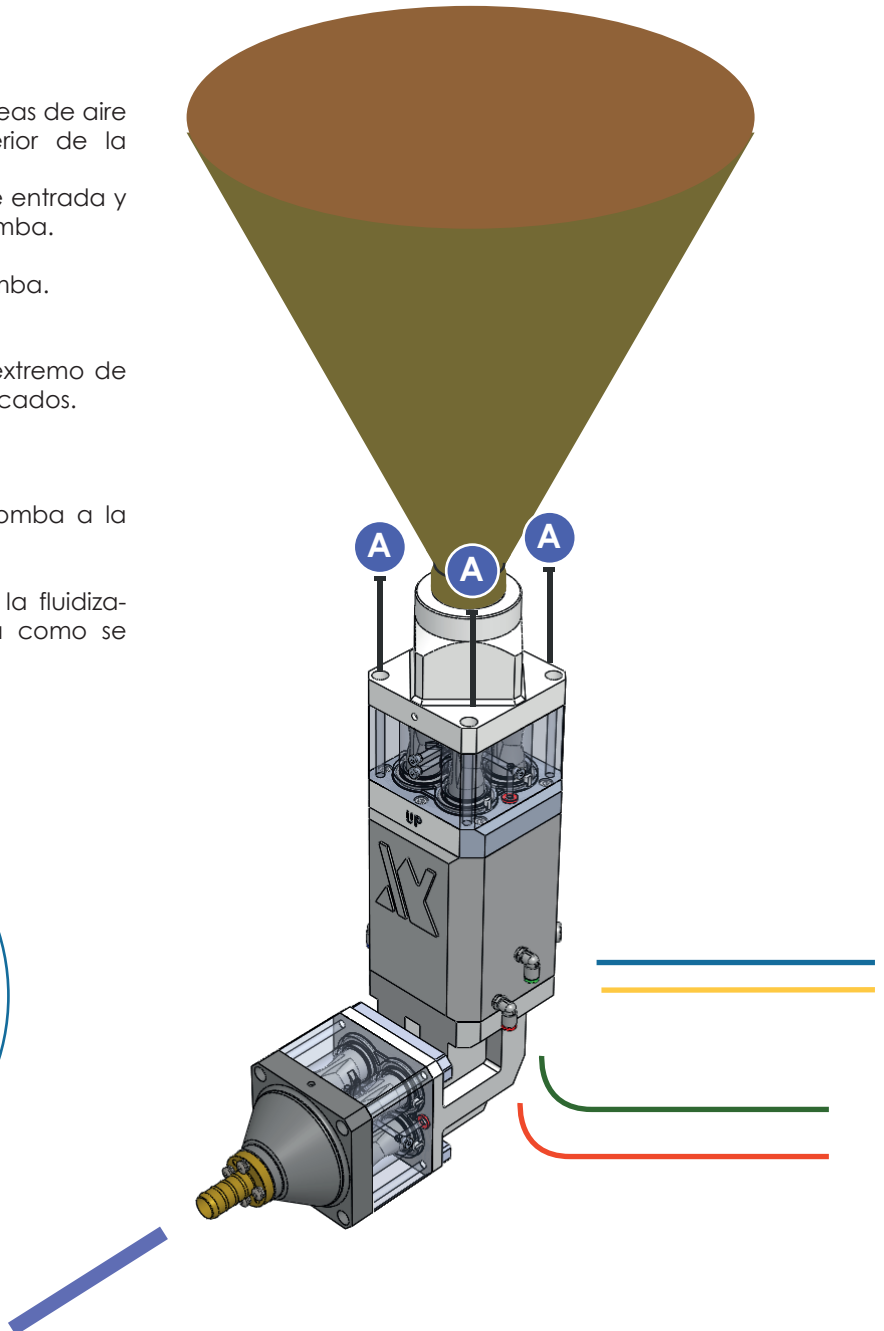

Figura 10
5. Ver figura 10. Retire los tubos, asegurando el conjunto de la bomba a la base.